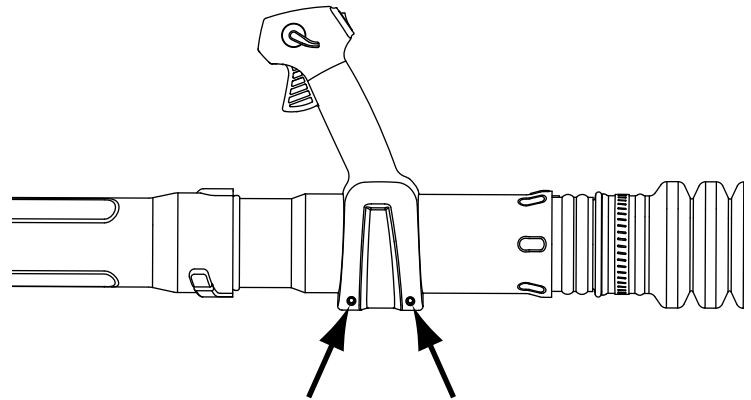

Fig. 8
2. Utilizando un destornillador Torx®, apriete los dos tornillos que están en la parte inferior del mango de control del regulador (Fig. 8).